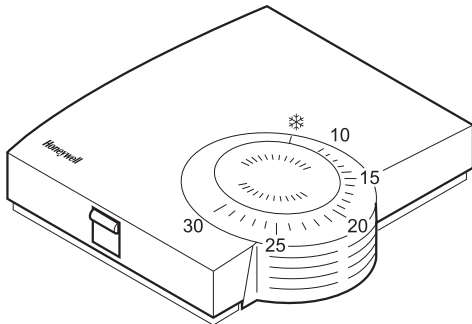

Fig. 15: ruimtebediening HCW 80 (instellingen op de schaal in °C)
- ▶ Selecteer de gewenste kamertemperatuur met behulp van de kiesschijf (zie Fig. 15).
- ▶ Controleer of de kiesschijf in de positie staat zoals in Fig. 15.